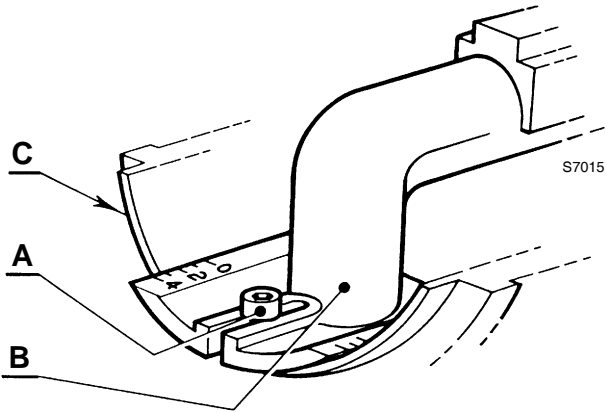

图 12
- 拧松螺丝A) (图 12), 移动弯头B) 使之与连接器(C) 的端面对齐到设定的刻度。